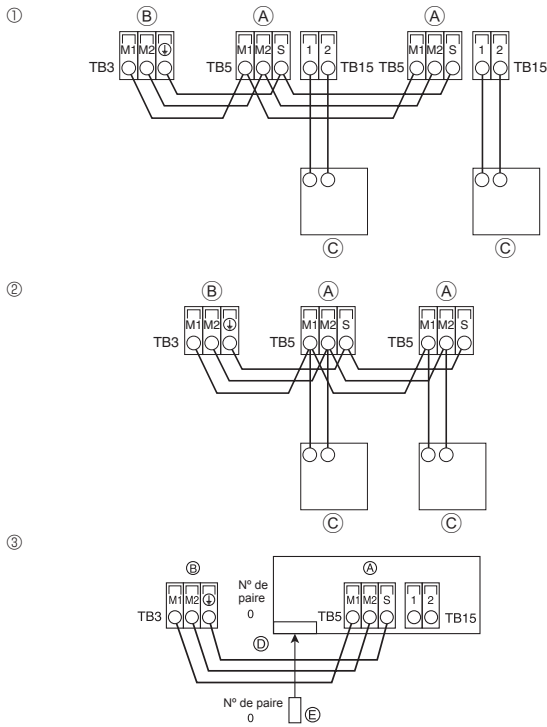

Fig. 6-3
6.4. Raccordement des câbles de télécommande et des câbles de transmission intérieur et extérieur (Fig. 6-3)
- ① Télécommande MA
- ② Télécommande M-NET